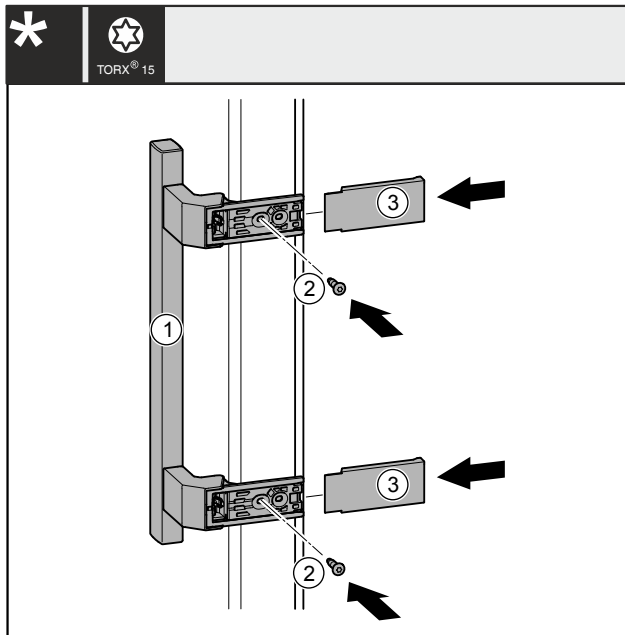

Fig. 28
- Placer la poignée Fig. 28 (1) du côté opposé.
- Serrer les vis Fig. 28 (2) avec un tournevis.
- Placer les caches Fig. 28 (3) sur le côté et les faire glisser afin de les enclencher.